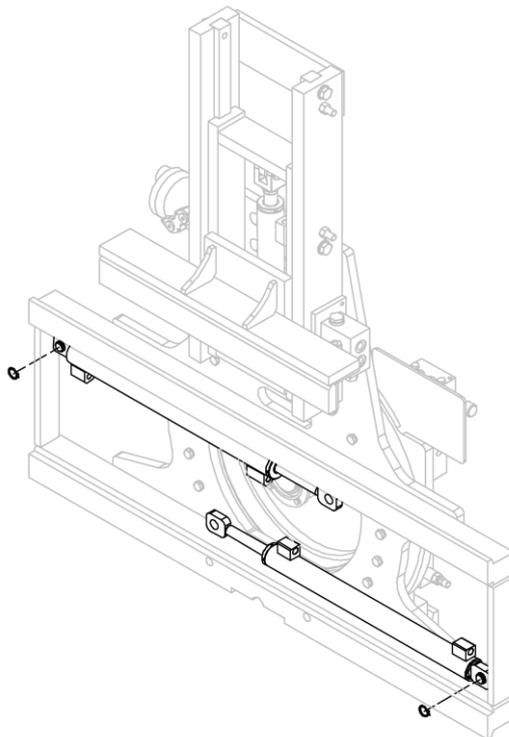

Abbildung 35
- Entfernen Sie die Gummiringe, mit denen die Zylinder am Rahmen des Geräts befestigt werden und bauen Sie dann die Zylinder aus (siehe *Abbildung 35*).